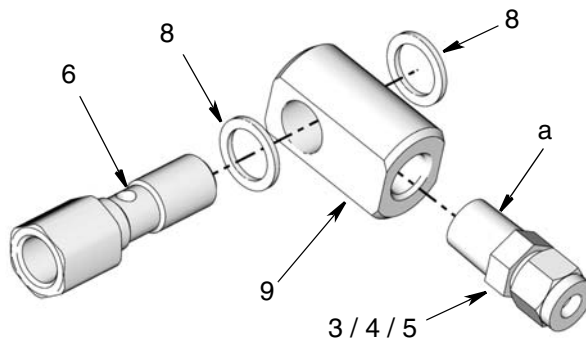

FIG. 3
5. Conecte un conjunto de adaptadores de tubos (3/4/5) a cada adaptador banjo (9). Apriete con llave (FIG. 3).
6. Coloque una arandela (8) sobre el extremo de cada perno banjo (6) (FIG. 3).
7. Instale los pernos banjo (6) en los adaptadores banjo (9). A continuación, instale la segunda arandela (FIG. 3).
4. Aplique aislante de roscas a las roscas de adaptadores de tubos (a) (FIG. 3).
8. Coloque una arandela (8) sobre el extremo de cada perno banjo (6) (FIG. 3).
9. Instale los pernos banjo (6) en los adaptadores banjo (9). A continuación, instale la segunda arandela (FIG. 3).